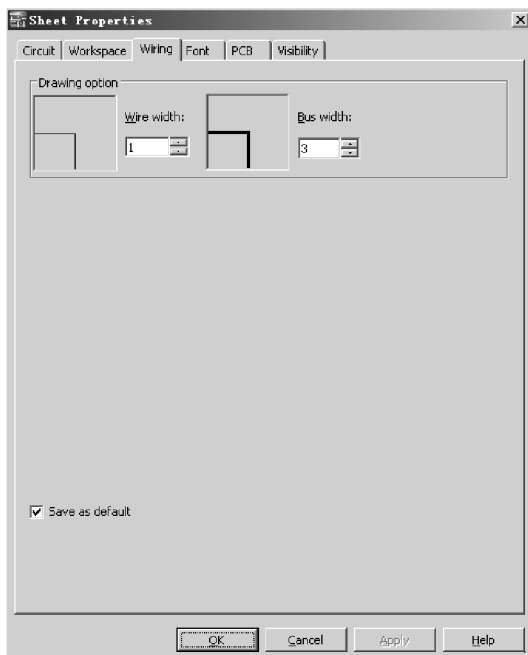

图 4-9 Wiring 标签页
(3) Wiring 标签页 (导线设置): Wiring 标签页如图 4-9 所示, 该页用于设置电路的导线宽度与连线方式。